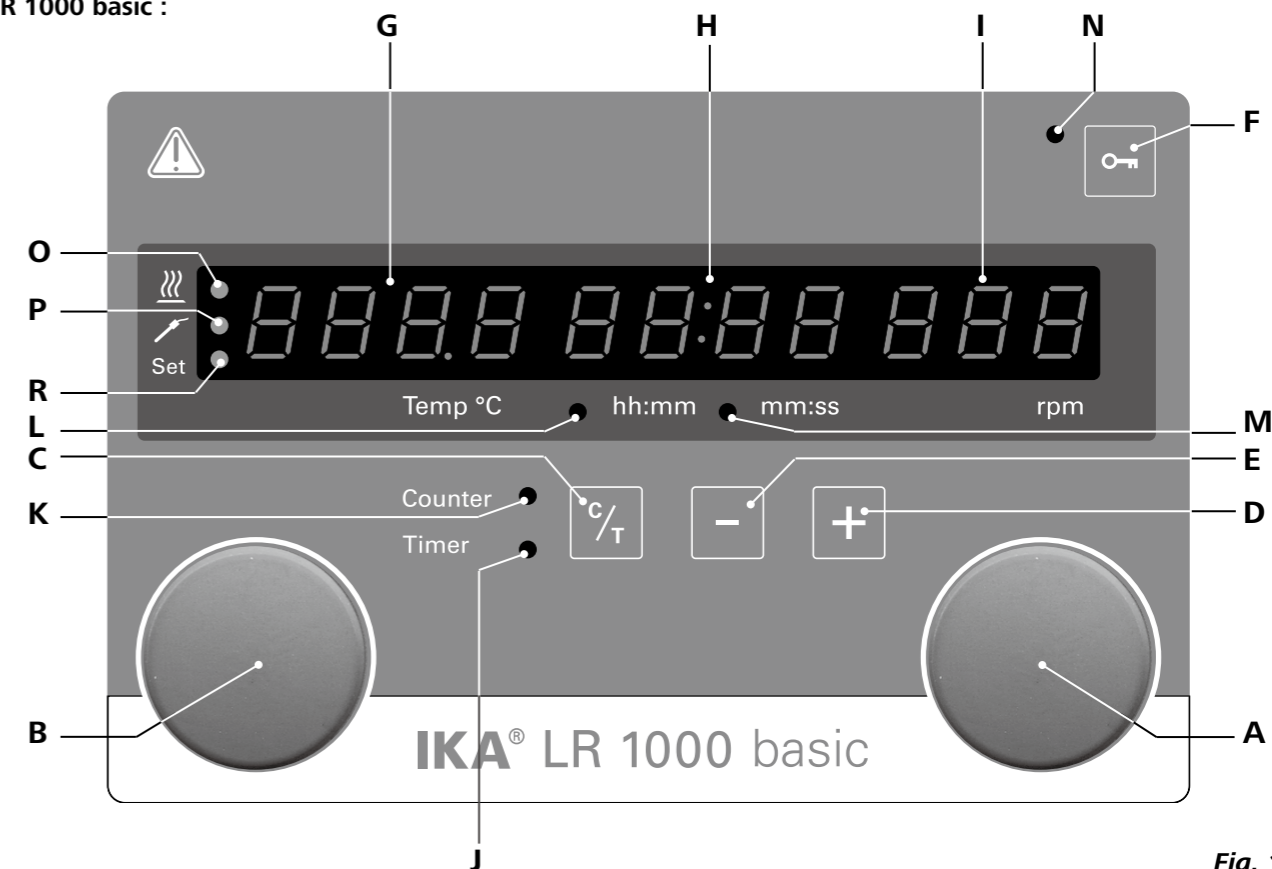

Fig. 11
La fonction de chauffage peut être mise en marche et arrêtée en appuyant sur le bouton rotatif/à pression gauche (B). Ensuite, la température cible et la température réelle s'afficheront à l'écran (G, voir Fig. 11) en alternance. L'affichage de la température active l'allumage de la LED (R, voir Fig. 11).
Tournez le bouton rotatif/poussoir (A) pour régler le nombre de tours prescrit. Tournez le bouton rotatif/poussoir (A, cf. Fig. 11) pour démarrer l'agitateur.
Tournez le bouton rotatif/poussoir (B) pour régler le nombre de tours prescrit. Tournez le bouton rotatif/poussoir (B, cf. Fig. 11) pour activer la fonction chauffage.
La mise en marche de la fonction de chauffage met automatiquement en marche le compteur. Le compteur s'affiche en 4 chiffres. Lorsque le temps de fonctionnement est inférieur à 1 heure, le compteur opère en mode minutes/secondes (mm :ss) et la LED (M, voir Fig. 11) s'allume.
Si le temps de fonctionnement dépasse 1 heure, l'afficheur passe du mode minutes/secondes au mode heures/minutes (hh :mm). L'allumage de la LED (L, voir Fig. 11) signale l'état. Si le temps de fonctionnement dépasse les 100 heures, l'afficheur passe du mode heures/minutes **99:59** au mode heures **h 100**.
Le bouton Time (+) (Temps)(D, voir Fig. 11) ou Time (-) (Temps) (D, voir Fig. 11) sert à régler le temps de chauffage. Si la valeur de la minuterie dépasse 1 heure, l'afficheur passe du mode minutes/secondes (mm :ss) au mode heures/minutes (hh :mm). La LED (L) s'allume.
La fonction « Counter » (Compteur) peut être commutée à la fonction « Timer » (Minuterie) en appuyant sur la touche Counter/Timer (Compteur/Minuterie) (C, voir Fig. 11). La LED de la minuterie (J, voir Fig. 11) signale si la fonction « Timer » (Minuterie) est activée.
Appuyez de nouveau sur la touche Counter/Timer (C) (Compteur/Minuterie) ; la fonction « Counter » (Compteur) s'active et la LED du compteur (K, voir Fig. 11) s'allume.